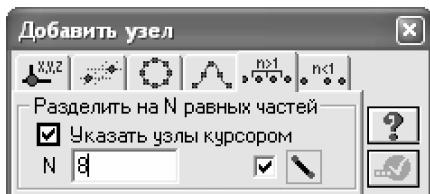

Рис.5.4. Диалоговое окно
- В диалоговом окне **Добавить узел** перейдите на закладку **Разделить на N равных частей** (рис. 5.4).